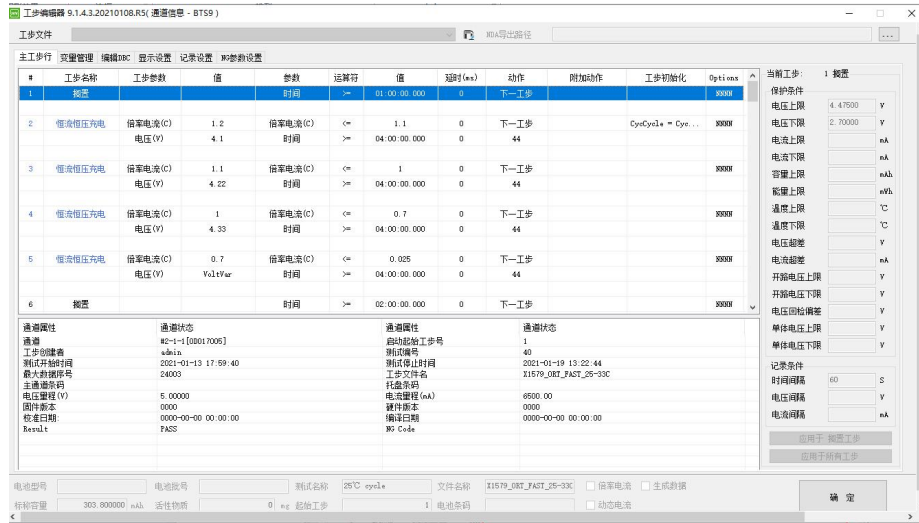

图 6-33 通道信息界面
**通道信息：**右键测试数据→选择“通道信息”，可查看当前测试数据所对应的通道信息以及工步的执行过程。系统调用“工步编辑器”软件，直接显示通道信息的相关信息，如图 6-33 所示：